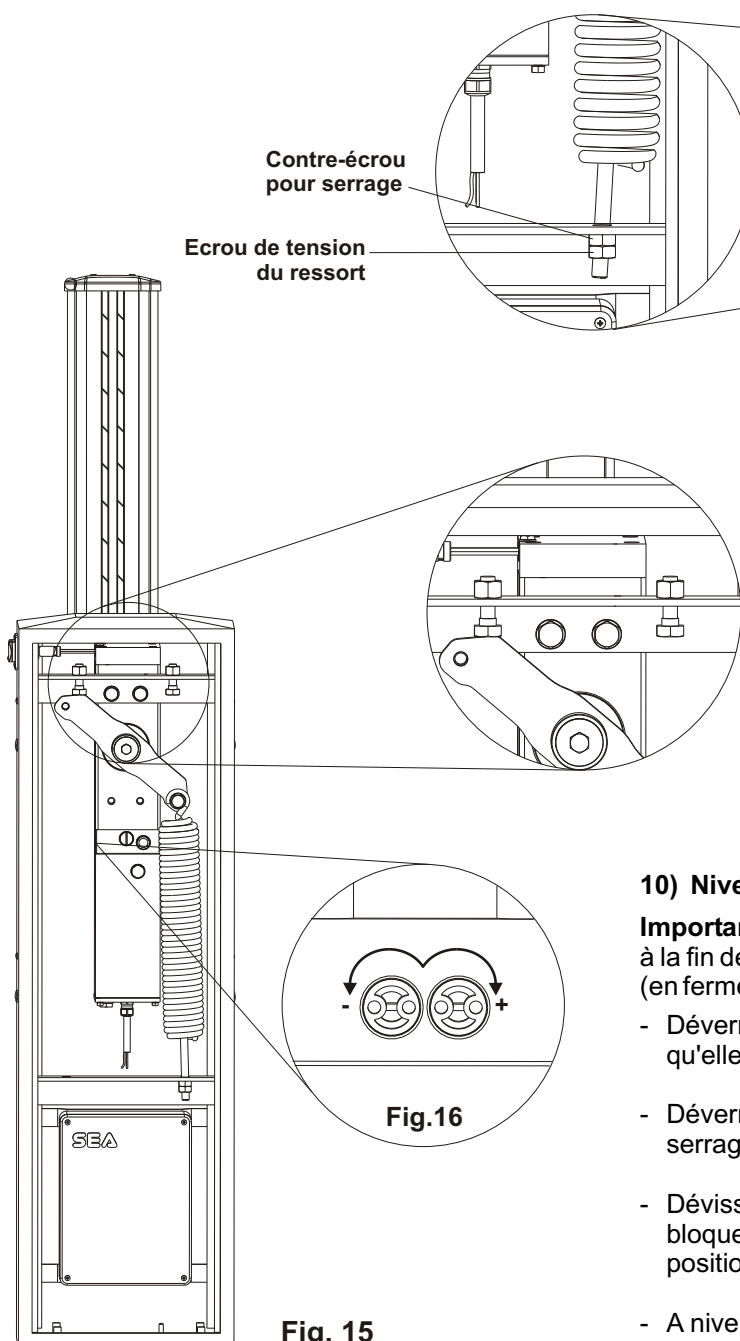

Fig. 15
- Déverrouiller les vis du fin de course en dévissant les écrous de serrage fixés sur les stops mécaniques (Fig.15).
- Dévisser ou visser les vis de fin de course afin que la lisse se bloque en position parfaitement verticale en ouverture, et en position parfaitement horizontale en fermeture (Fig.15).